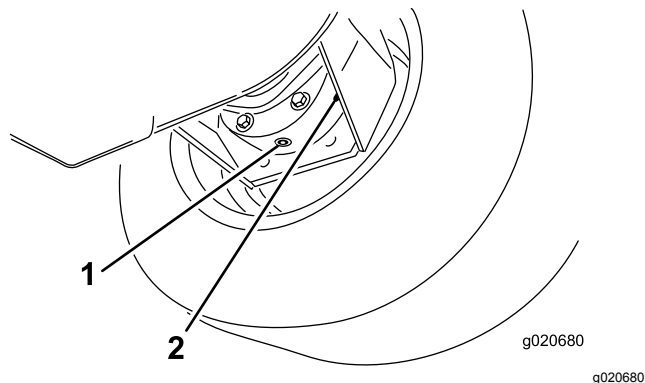

Figura 105
3. Coloque un recipiente debajo del alojamiento del freno, retire el tapón y deje que se drene el aceite (Figura 105).